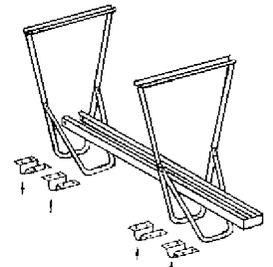

Fig. 1
1. Nach dem teilweisen Öffnen der Arme werden die zwei Rahmen auf den Kopf gestellt und in vertikaler Stellung festgehalten (siehe Abb.1).